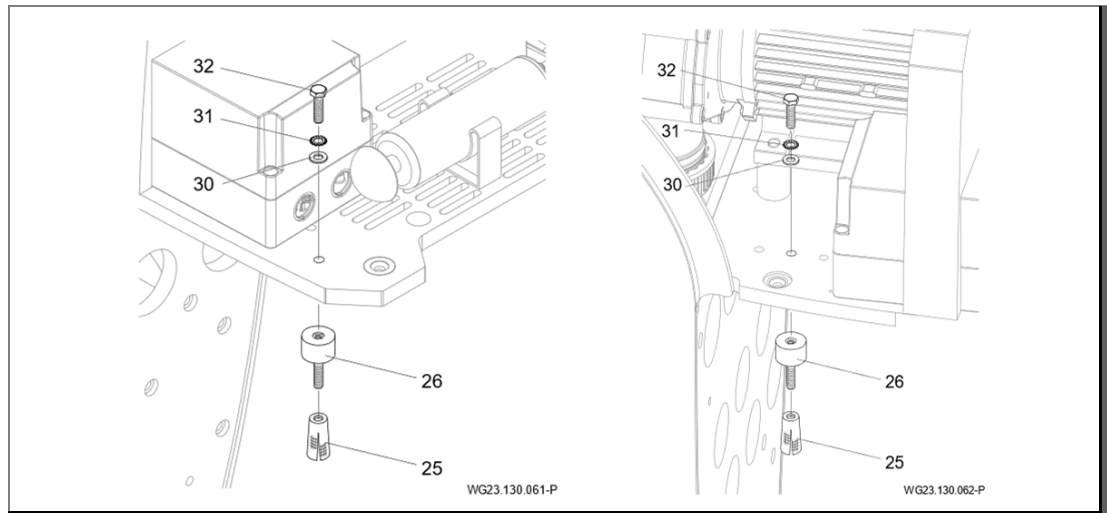

Fig. 6
- Configurar anclaje tipo expansión de metal (25) y desatornillar dispositivos antivibración. "Fig. 6", página 21 e .
→ Coloque el dispositivo sobre los dispositivos antivibración y fije a través de los tornillos hexagonales (32) con las arandelas dentadas (31) y las arandelas de ajuste (30). "Fig. 6", página 21 e .